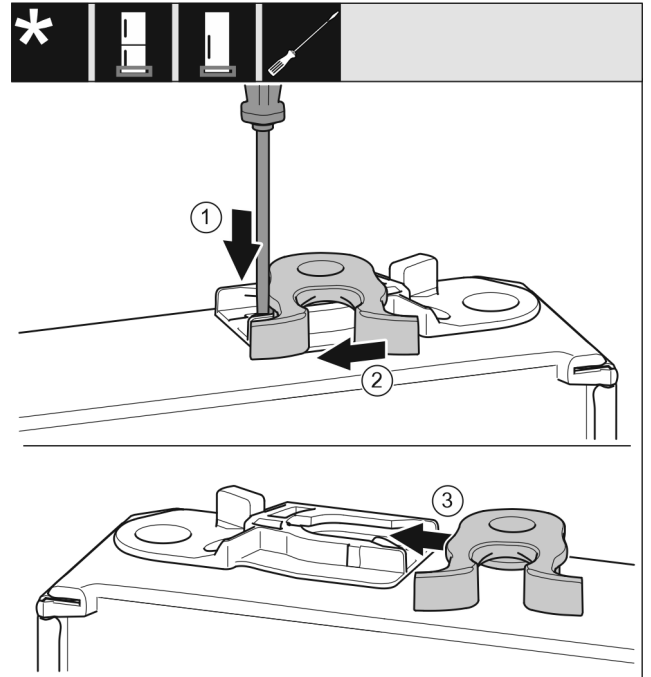

Fig. 13
- ▶ 用带槽螺丝刀向下按住接片。 Fig. 13 (1)
- ▶ 将锁钩从导向装置拉出。 Fig. 13 (2)
- ▶ 将另一侧的锁钩推入导向装置。 Fig. 13 (3)